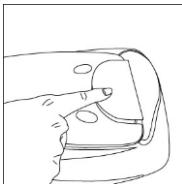

Figura 14
4. Apăsăți pentru a elibera cartușul din aparat (veți auzi un sunet scurt) și scoateți cartușul vechi din aparat (Figura 14). (Atenție: Cartușul poate fi foarte fierbinte din cauza căldurii tălpii. Asigurați-vă că cartușul este răcit înainte de a apăsa pe cartuș.)